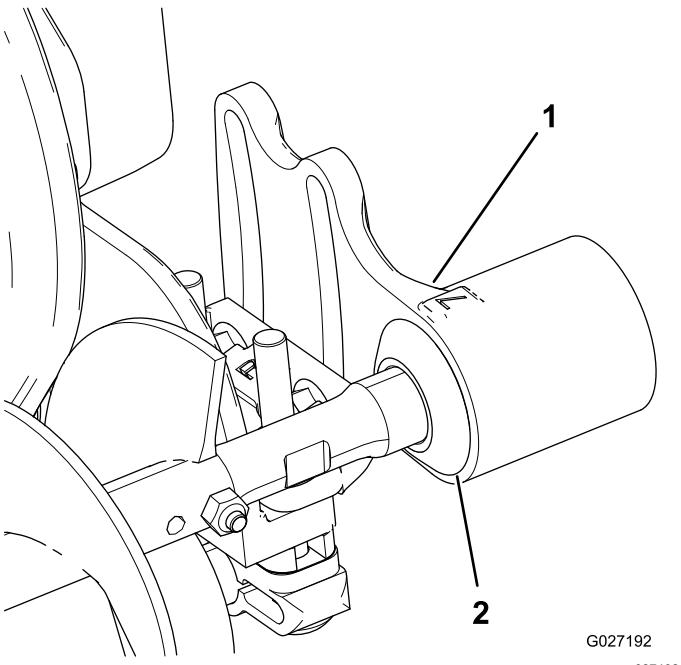

Figura 9
1. Fate scorrere ogni guarnizione verso l'esterno fino a creare un leggero contatto tra le guarnizioni a labbro e ogni alloggiamento dei cuscinetti (Figura 9).